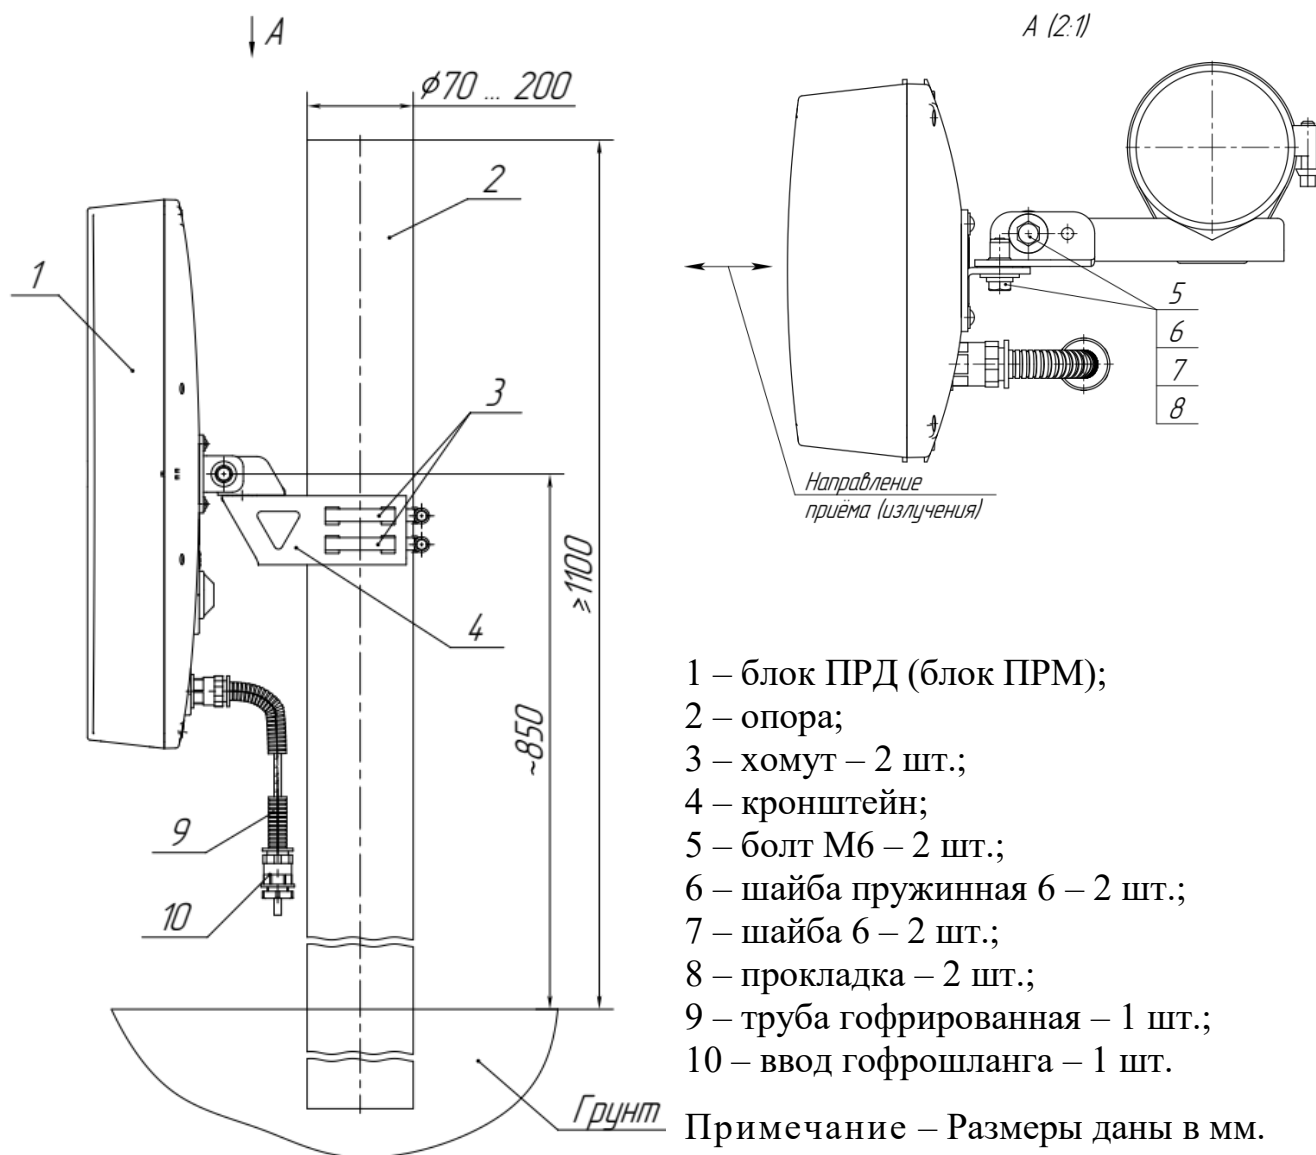

Рисунок 2.5 – Установка блока ПРД (блока ПРМ) извещателей «ФОРТЕЗА-М300», «ФОРТЕЗА-М500» на опоре
2.3.4.3 Установка блока ПРД (блока ПРМ) на кронштейне поз.4 (рисунок 2.5), состоящего из швеллера 2 и уголка 3, показана на рисунке 2.6.
ослабить болты поз.5 (рисунок 2.5) блока ПРД и блока ПРМ извещателей «ФОРТЕЗА-М300», «ФОРТЕЗА-М500»;
затянуть болты поз.5 извещателей «ФОРТЕЗА-М300», «ФОРТЕЗА-М500» (см. рисунок 2.5).